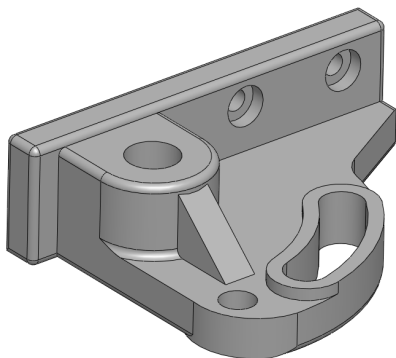

图 14-66 创建圆角特征效果
(2) 单击【确定】按钮, 即可创建圆角特征, 如图 14-66 所示。